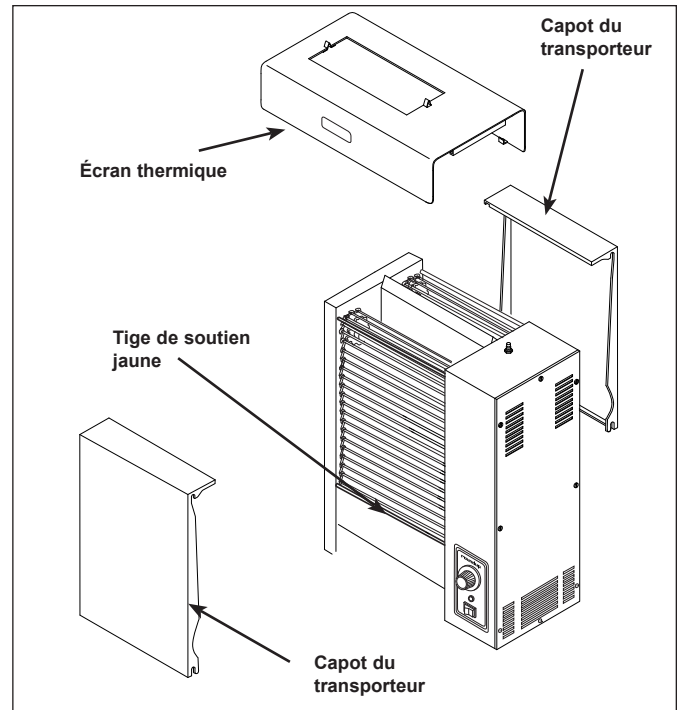

Figure 1. Installation du volet
1. Retirez l'écran thermique et les capots des transporteurs avant et arrière (Figure 1).
2. Installez le volet. (Figure 1).